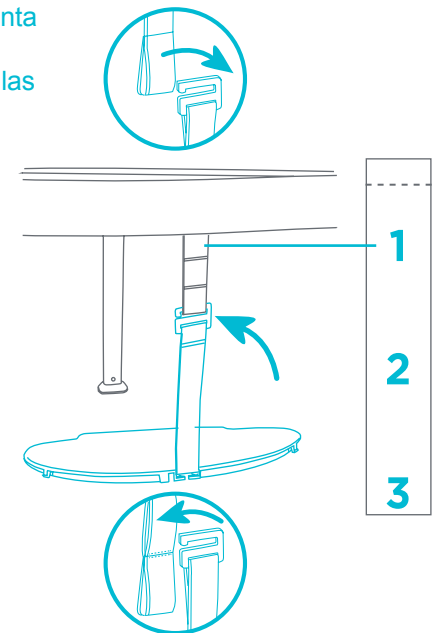

Fig. 3e
**NOTA:** La plataforma cuenta con 3 niveles de altura ajustable. Siempre ajuste las correas al mismo nivel (Fig. 3e).